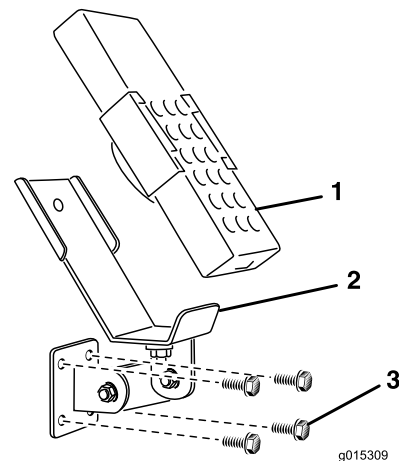
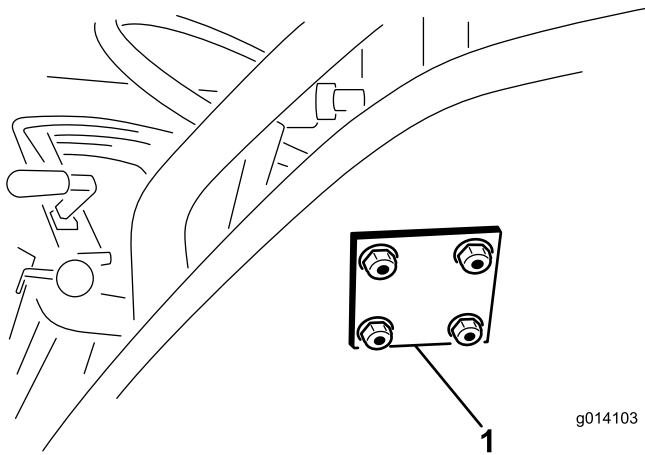

Bild 12
Bild 13
4. Befestigen Sie die Befestigungshalterung und die Rückplatte mit vier Bundkopfschrauben (5/16" x 1-1/2") und Bundmutter (Bild 12 und Bild 13).